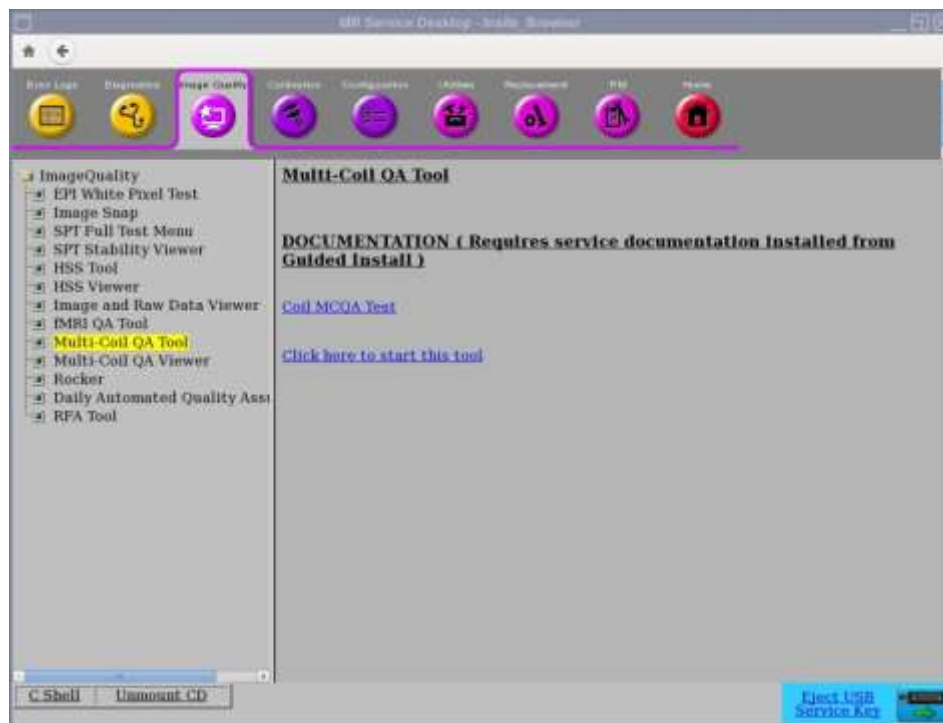

図 1
- 図 1 に示すように、[Common Service Desktop (CSD)] (共通点検デスクトップ) から、[Service Browser] (サービスブラウザ) に進み、[Image Quality](画質) [Multi-Coil QA Tool] (マルチコイル品質保証ツール) を選択し、次に [Click here to start this tool] (ここをクリックしてこのツールを開始) を選択します。